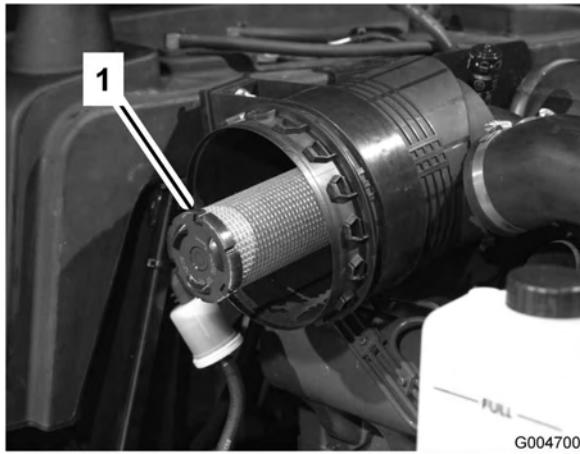

Figura 48
- Togliete il filtro primario dell'olio (Figura 47). Si sconsiglia la pulizia dell'elemento usato, per evitare il rischio di danneggiare l'elemento filtrante. Controllate il filtro nuovo e accertatevi che non sia stato danneggiato durante la spedizione, in particolare l'estremità di tenuta del filtro ed il corpo. Non usate l'elemento se è avariato. **Non** togliete il filtro di sicurezza (Figura 48).
Importante: Non cercate mai di pulire il filtro di sicurezza (Figura 48). Sostituitelo con uno nuovo ogni tre revisioni del filtro primario.